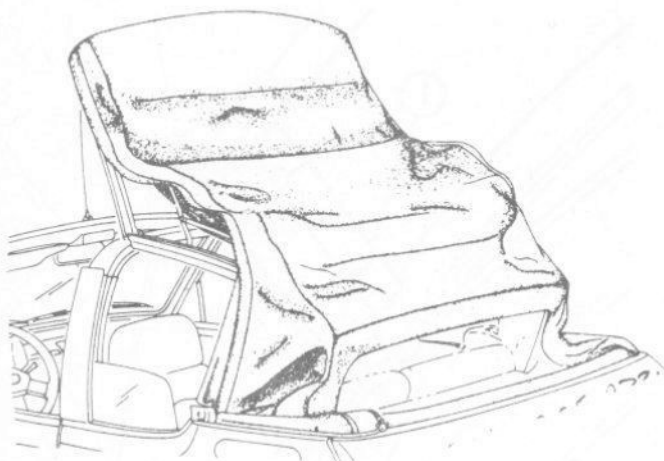

Fig. 13.120 Point d'équilibre d'ouverture de capote – modèles Cabriolet (Sec 21)
- 25 Ouvrir la capote jusqu'au point d'équilibre, voir Fig. 13.120.